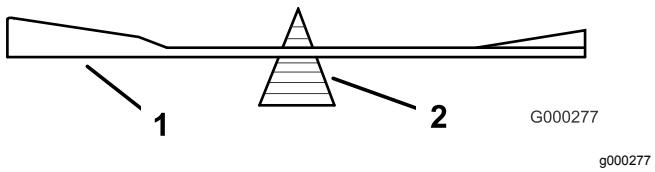

Figure 94
2. Vérifiez l'équilibre de la lame en la plaçant sur un équilibrEUR (Figure 94).